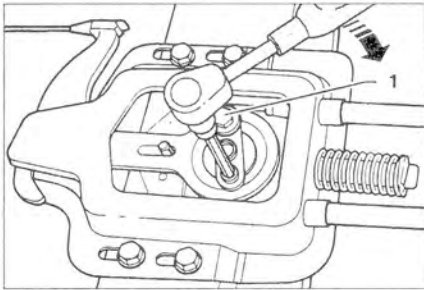

Рис. 8.34. Натяните кулачок в направлении стрелки и затяните болт 1.
13. Натяните кулачок в направлении стрелки и затяните болт 1 (рис. 8.34).